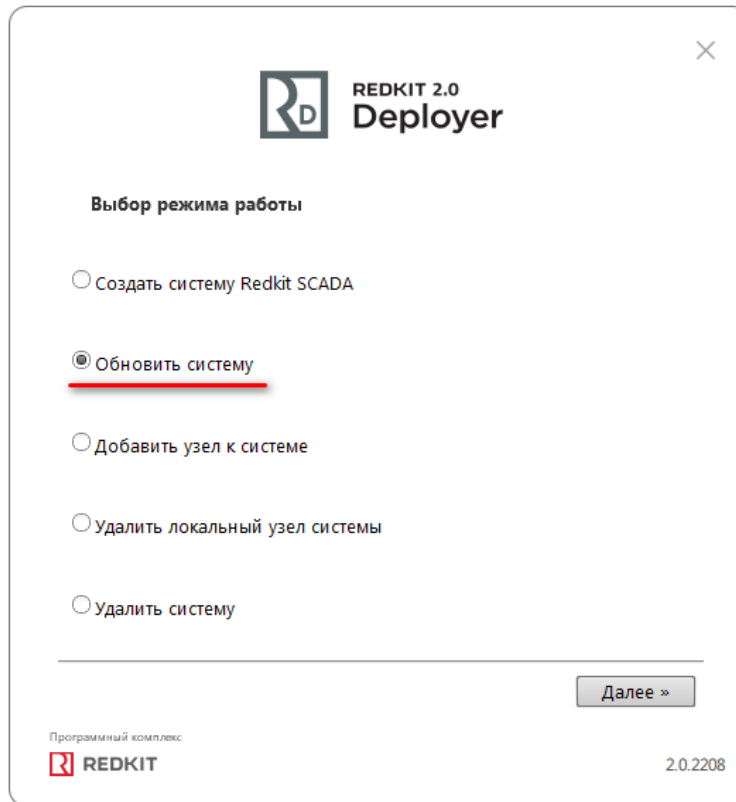

Рисунок 400 - Обновление системы
2. Выберите соответствующий режим (Рисунок 400). Нажмите **Далее**.